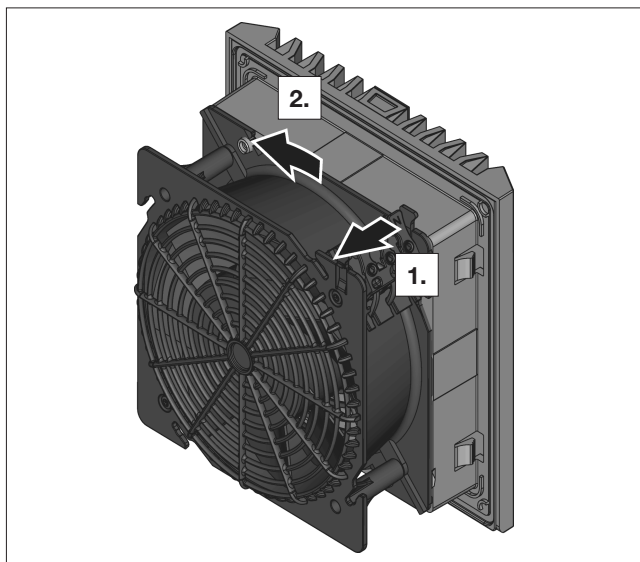

Fig. 12 : déverrouillage de la fermeture à baïonnette
- À l'arrière du ventilateur, tirer sur la patte (voir fig. 12) de la fermeture à baïonnette pour déverrouiller celle-ci. Celle-ci se trouve sur l'angle de la borne de raccordement.